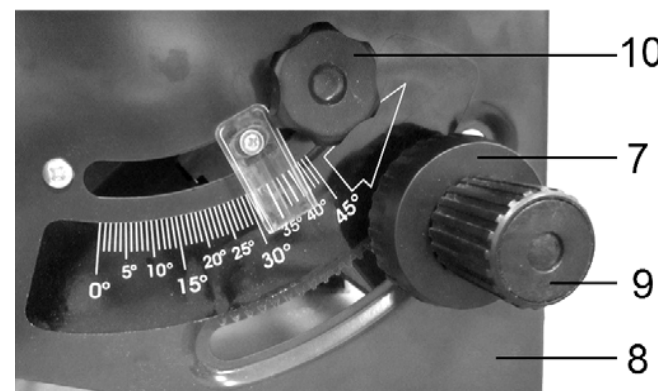

Рис. 10
10.5.2. Для удобства изменения угла наклона пиления на лицевой панели корпуса пилы (8), Рис. 10, под винтом фиксации установки шпинделя (10) нанесена градуированная шкала.